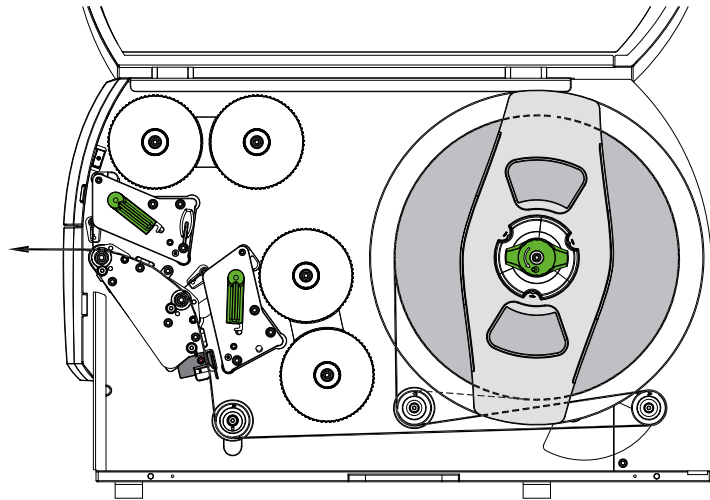

Bild 12 Etikettenlauf
2. Etikettenstreifen von der Rolle abwickeln und gemäß Bild 12 durch beide Druckeinheiten bis zur oberen Druckwalze (2) führen. Die gestrichelte Linie gilt für innengewinkelte Etiketten.